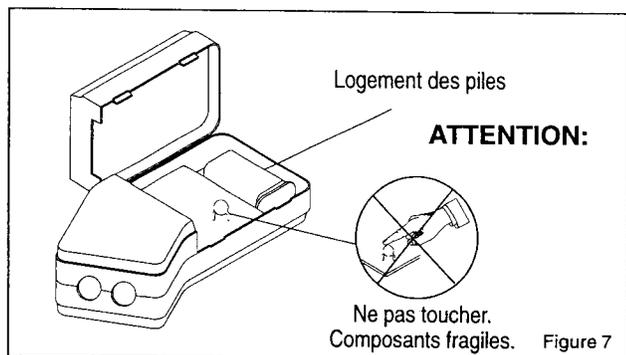

Figure 7
2. Le logement des piles est situé dans la partie inférieure du boîtier comme indiqué à la Figure 7. Branchez une pile alcaline neuve de 9V au toron de raccordement.